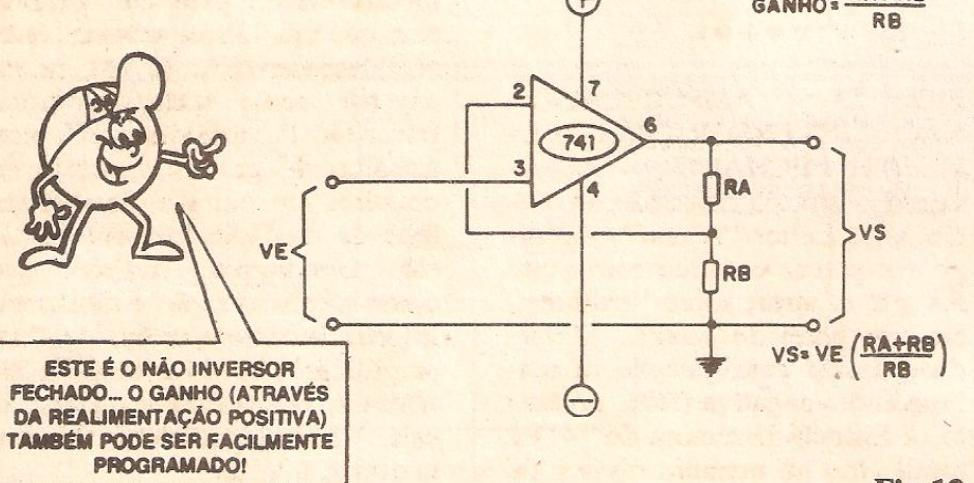

Fig.12
- FIG. 12 - AMPLIFICADOR NÃO INVERSOR "FECHADO" (COM GANHO CONTROLADO) - Outro arranjo bastante utilizado, na prática (depois do inversor "fechado", é, provavelmente, o mais usado...). Nesse caso, "não queremos" a inversão da polaridade do sinal, durante a amplificação, assim aplicamos o sinal ou nível a ser manipulado, à própria Entrada Não Inversora (pino 3). Já a Entrada Inversora (pino 2) recebe uma realimentação através do divisor de Tensão formado pelos resistores RA e RB, que dimensionam uma parte do sinal presente na Saída,